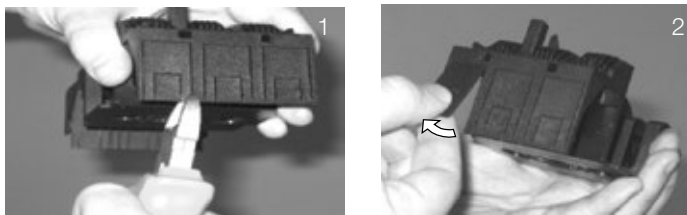

Figura 13
- Destaque os elementos da proteção de terminais apropriados (Figura 13);